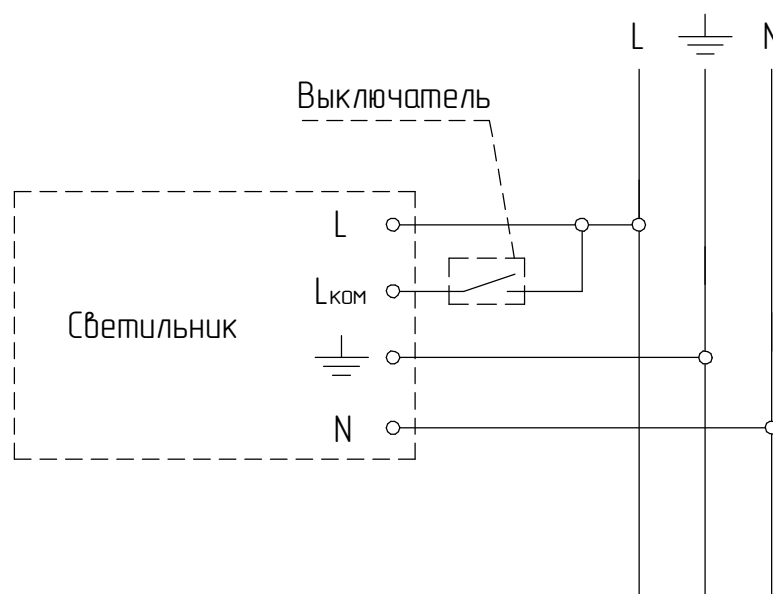

Рисунок 4 - Схема подключения светильника к сети
5.5 Присоедините сетевые провода согласно схеме (рисунок 4).